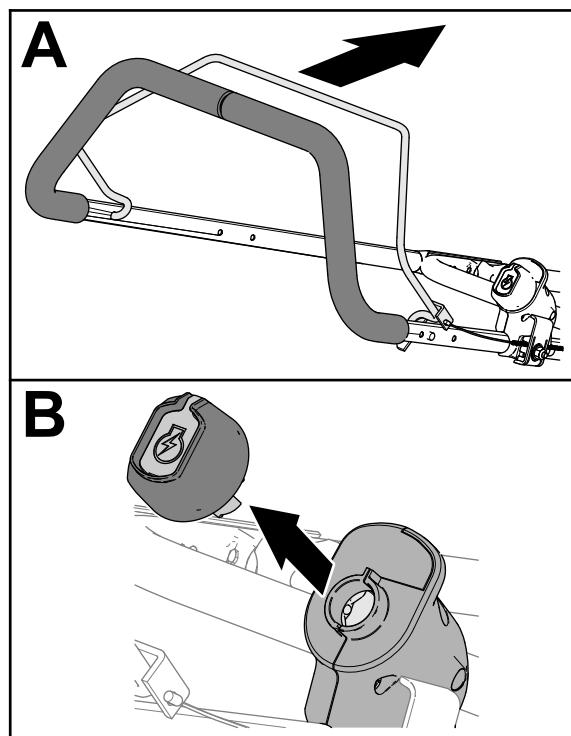

Figur 16
1. Sæt den elektriske startnøgle i den elektriske startkontakt (Figur 16).
2. Tag fat i styrebøjlen og dødemandsbøjlen, og luk dødemandsbøjlen mod styrebøjlen (Figur 16).